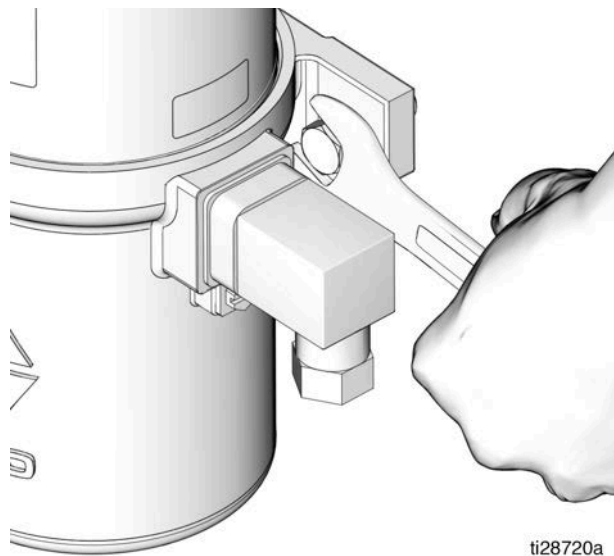

FIG. 12
7. Rimuovere i bulloni di montaggio (FIG. 12) e portare la pompa fuori servizio.